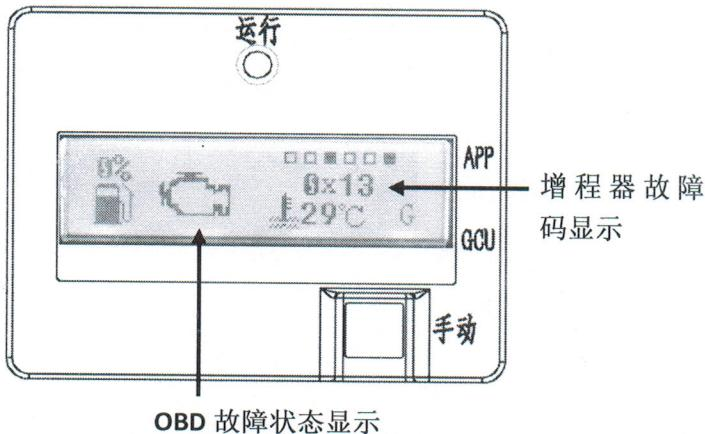

图 10 PDA 故障显示
- ◆ 当增程器系统出现故障时，液晶界面会直接显示故障代码信息，如图 10。